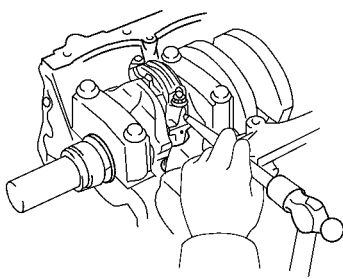

图 1-100 用冲头在连杆和连杆盖上作配合记号
1) 使用冲头或号码冲头在连杆和连杆盖上作上配合记号以保证正确地重新装配，如图 1-100 所示。